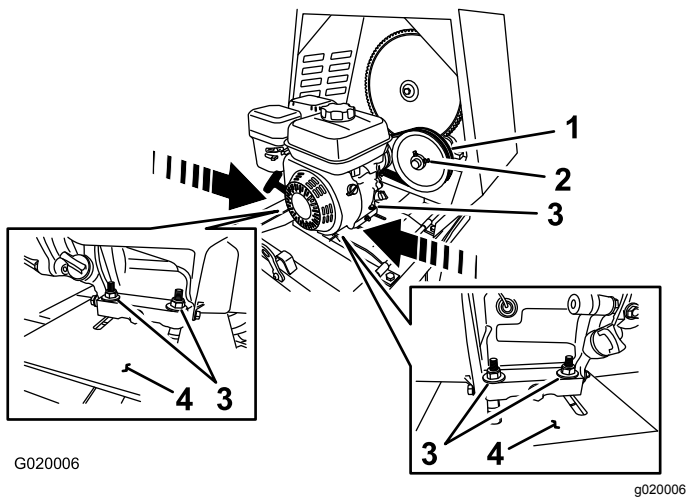

Figura 66
- B. Afloje los pernos y las tuercas que sujetan el motor a la chapa del motor (Figura 66).
- **Para aumentar la holgura** – Aleje el motor de la polea tensora (Figura 66).
- **Para reducir la holgura** – Acerque el motor a la polea tensora (Figura 66).